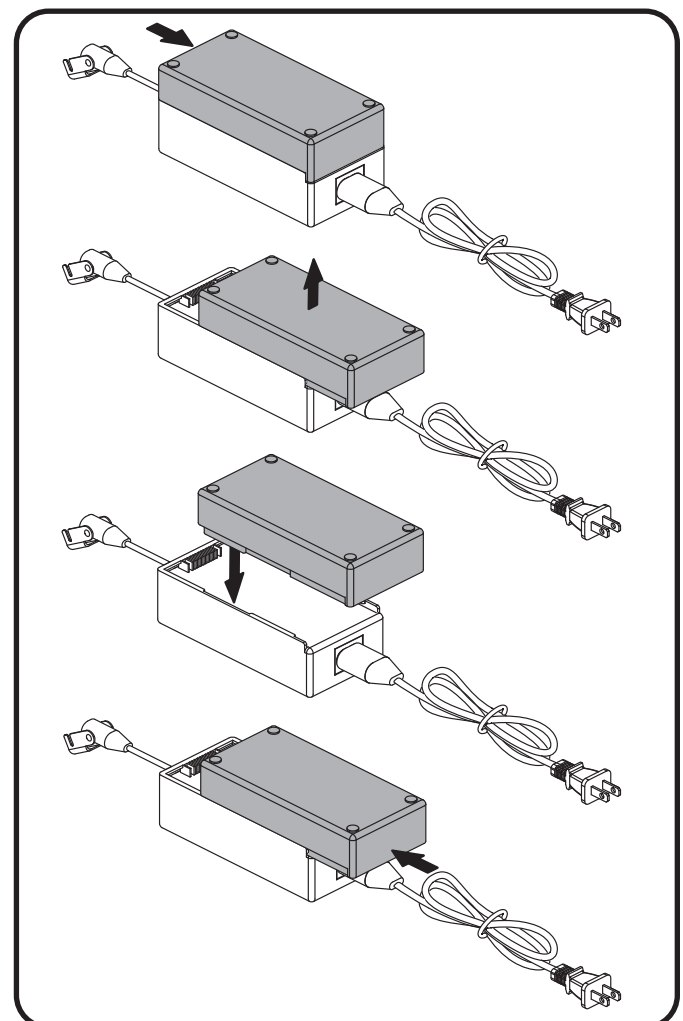

Figure 4.6 Reemplazo de la batería de iones de litio
2. Coloque el transformador externo de modo que la batería de iones de litio esté orientada hacia arriba (fig. 4.6).
5. Coloque la nueva batería de iones de litio sobre la parte externa transformador con los surcos de seguridad hacia el transformador externo (fig. 4.6).